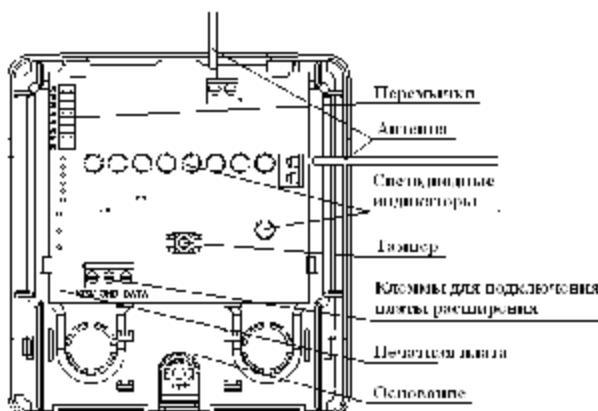

Рис. 9 «ЛИДЕР-РПУ». Вид изнутри
7. Подключите источник постоянного тока с напряжением +12В к РПУ к клеммной колодке X3 (рис. 9), подайте на РПУ напряжение питания. Светодиоды РПУ загорятся оранжевым цветом, что индицирует переход в режим регистрации;